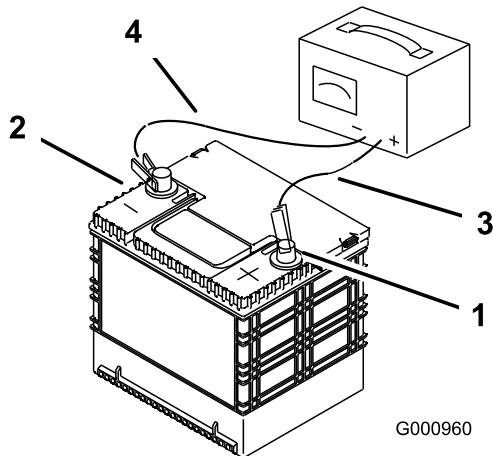

Figure 55
2. Quand la batterie est chargée au maximum, débranchez le chargeur de la prise, puis débranchez les fils du chargeur des bornes de la batterie (Figure 55).